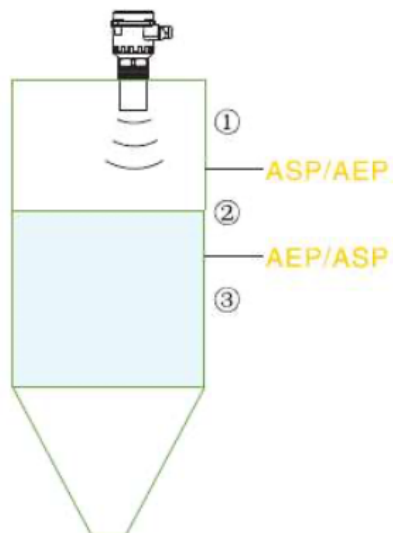

Imagen 4.
2. Salida análoga (ver imagen 4 y tabla 2)